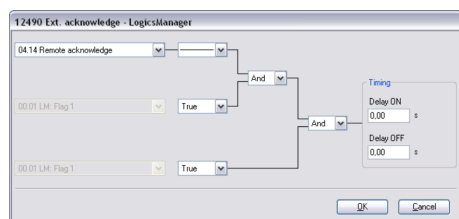

Abb. 258: LogicsManager-Funktion „Ext. Quittierung“
3. Konfigurieren Sie die LogicsManager-Funktion „Ext. Quittierung“ (siehe Abb. 258).